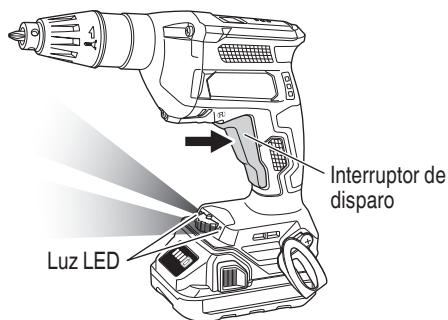

Fig. 11
7. Cómo usar la luz LED (Fig. 11)